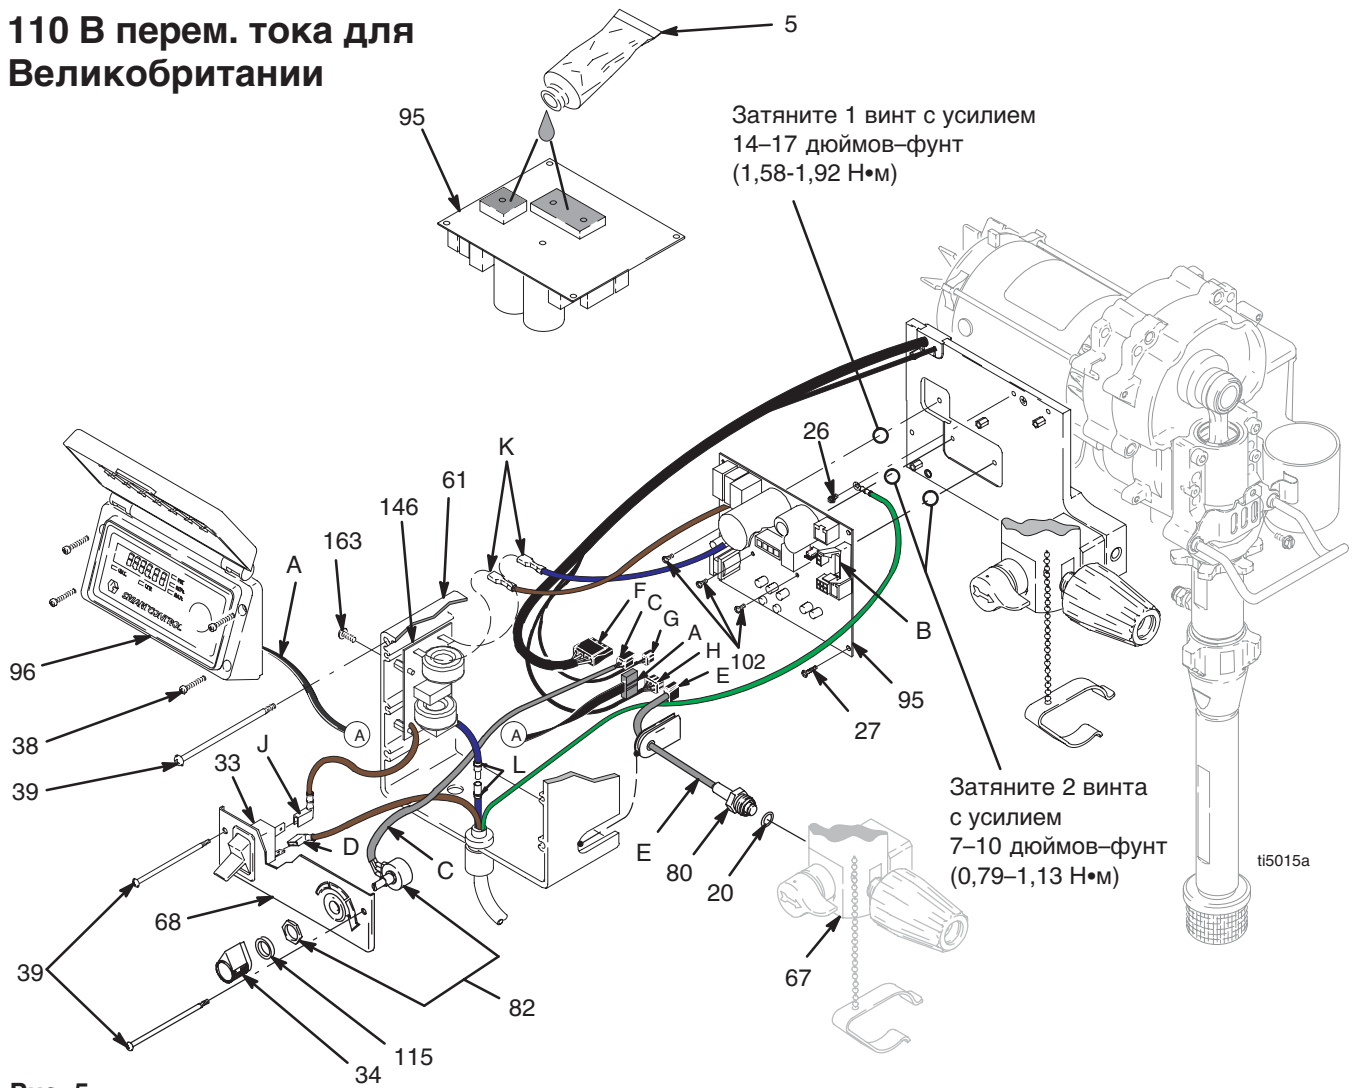

Рис. 5
2. Установите и закрепите плату управления мотора (95) пятью винтами (27). Затяните с усилием 9-11 дюймов-фунт (1,02 - 1,24 Нм). Установите и затяните три винта (102) с усилиями, указанными на Рис. 5.
4. Подсоедините разъем датчика (E) к плате управления мотора.
5. Подсоедините разъемы питания платы управления мотора (K) к плате фильтра (146).
6. Установите блок управления (61) и закрепите двумя винтами (39).
7. Подсоедините разъемы питания платы фильтра (J) и разъемы шнура питания (D) к выключателю (33).
8. Подсоедините разъем потенциометра (C) к плате управления мотора.
9. Установите пульт управления (68) и закрепите его двумя винтами (39).
10. Подключите разъем дисплея (А) к плате управления мотора (95).
11. Установите крышку (96) и закрепите ее четырьмя винтами (38).
2. Рис. 5. Отверните четыре винта (38) и снимите крышку (96).
3. Отсоедините разъем дисплея (А) от платы управления мотора (95).
4. Отверните два нижних винта (39). Отсоедините разъем потенциометра (С) от платы управления мотора (95). Отсоедините разъемы платы фильтра (J) и разъемы шнура питания (D) от выключателя (33). Снимите панель управления (68).
5. Отсоедините разъемы питания платы управления мотора (К) от платы фильтра (146). Отсоедините разъем фильтра (L) от разъема шнура питания (L).
6. Отверните два винта (39) и снимите блок управления (61).
9. Отверните пять винтов (27), три винта (102) и снимите плату управления мотора.
1. Рис. 5. Нанесите небольшое количество термостойкого состава 110009 (5) на темные области, отмеченные на рисунке задней части платы управления мотора (95).
5. Подсоедините разъемы питания платы управления мотора (К) к плате фильтра (146). Подсоедините разъем фильтра (L) к разъему шнура питания (L).
7. Рис. 5. Подсоедините разъем питания платы фильтра (J) и разъем шнура питания (D) к выключателю (33).
6. Отверните четыре винта (163) на плате фильтра (146).
1. Рис. 5. Подсоедините разъемы питания платы управления мотора (К) к плате фильтра (146). Подсоедините разъем фильтра (L) к разъему шнура питания (L).
2. Установите плату фильтра (146) при помощи четырех винтов (163).
3. Рис. 5. Подсоедините разъем питания платы фильтра (J) и разъем шнура питания (D) к выключателю (33).
4. Подсоедините разъем потенциометра (С) к плате управления мотора (95).
5. Установите панель управления (68) и закрепите его двумя винтами (39).
6. Подключите разъем дисплея (А) к плате управления мотора (95).
7. Установите крышку (96) и закрепите ее четырьмя винтами (38).